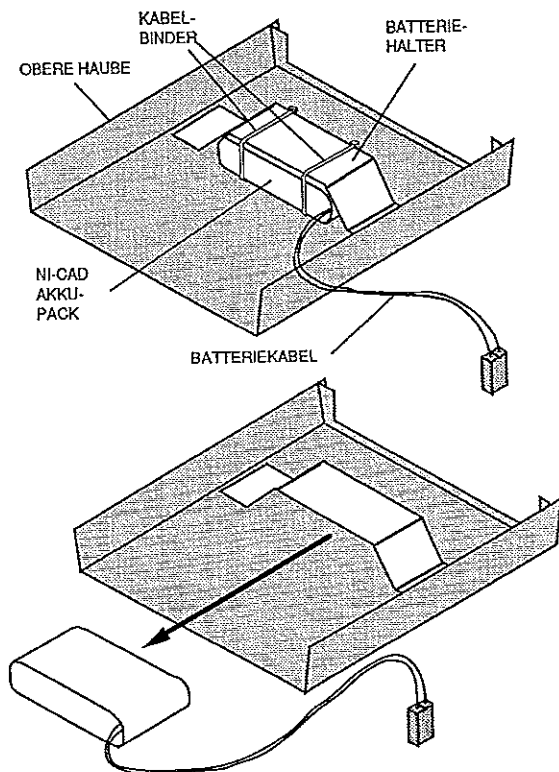

Bild 6-5 Ersetzen des Akkus
- 3) Die Kabelbinder zur Batteriehalterung durchschneiden und Batterie seitlich aus dem Halter schieben, siehe Bild 6-5.